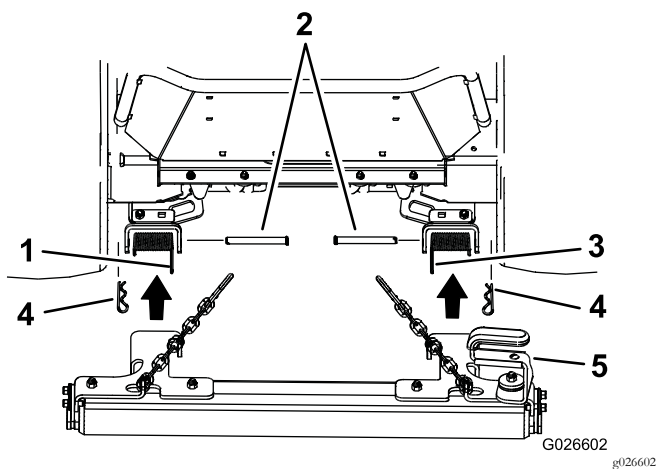
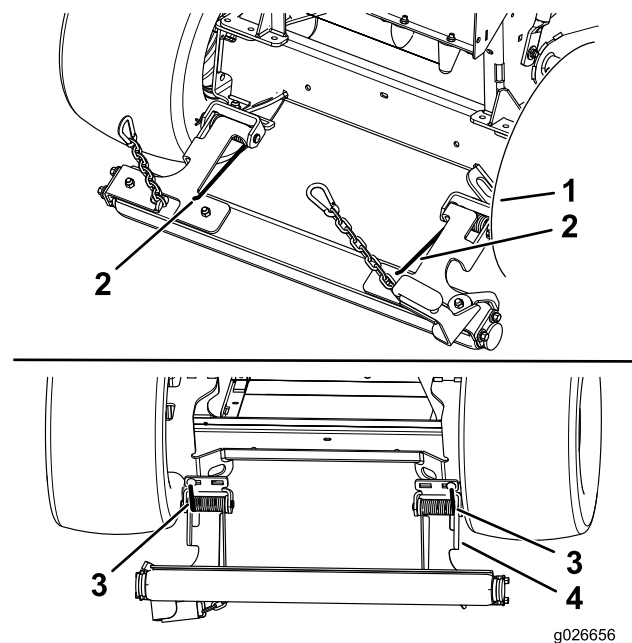

Figura 3
Figura 5
1. Coloque los muelles en los soportes de montaje del rayador (Figura 3). Compruebe que los extremos externos cortos de los muelles están debajo de los soportes de montaje (Figura 5).
- Tire hacia arriba del extremo interior del muelle para colocarlo encima del soporte del rodillo (Figura 5).